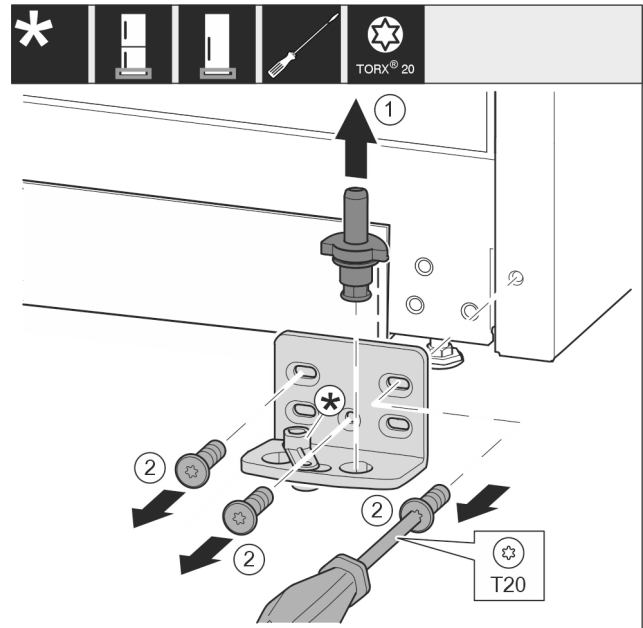

Fig. 17 *
- ▶ Lagerbolzen Fig. 17 (1) komplett nach oben herausziehen.*
- ▶ Schrauben Fig. 17 (2) mit Schraubendreher herausdrehen und Lagerbock abnehmen.*